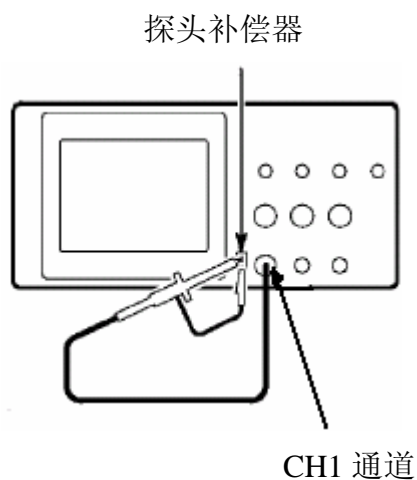

图 5: 接入探头
把探头端部和接地夹接到探头补偿器的连接器上。见图 5。
- 1、 将探头菜单衰减系数设定为 **10X**，将探头上的开关设定为 **10X**，并将示波器探头与**CH1**通道连接。如使用探头钩形头，应确保与探头接触紧密。将探头端部与探头补偿器的信号输出连接器相连，基准导线夹与探头补偿器的地线连接器相连，然后按 **自动设置** 。见图5。